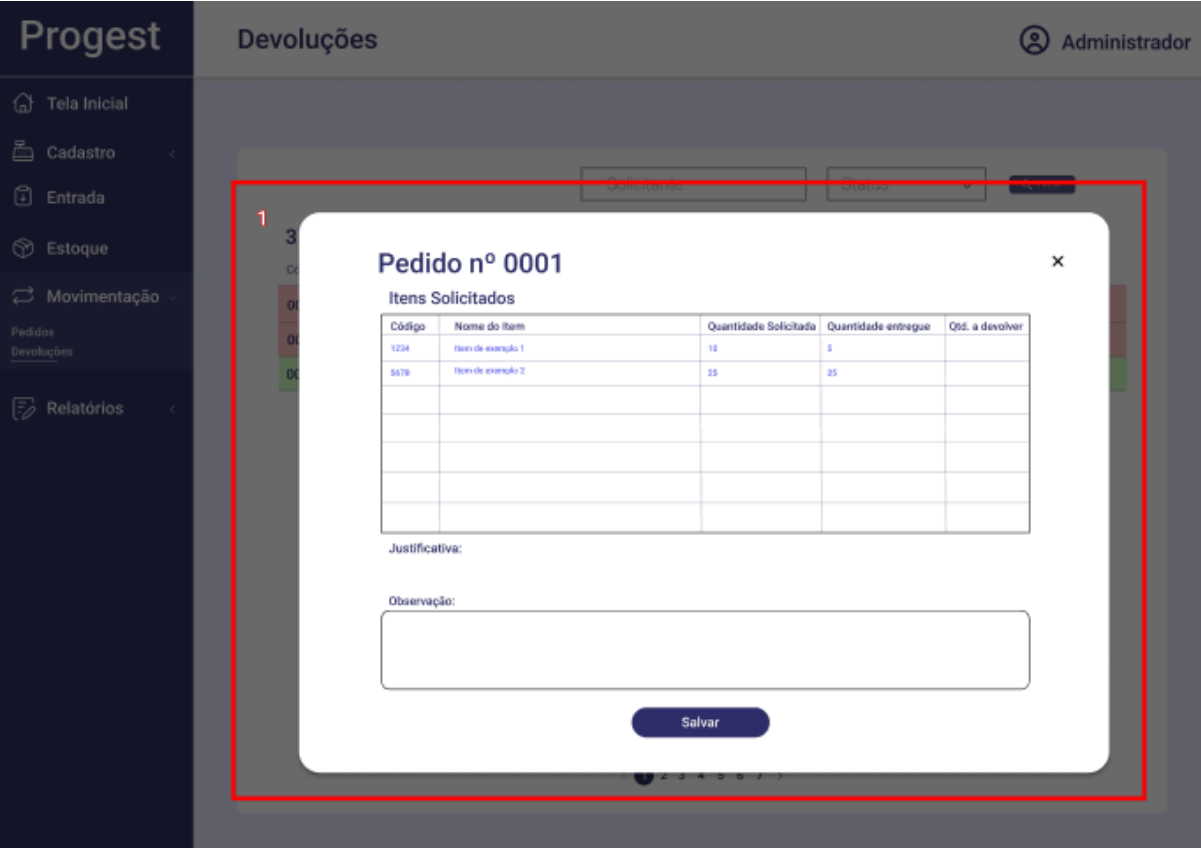

Figura 24: Tela de confirmação da devolução
- **Listagem e Filtros:** A tela exibe uma lista de todas as solicitações de devolução (3), que são coloridas de acordo com seu status (ex: Pendente, Resolvido) para fácil identificação. É possível usar os filtros por **Solicitante** e **Status** (2) para localizar um registro específico.
2. Uma janela (Figura 24) será aberta, mostrando os detalhes do pedido original e os itens.